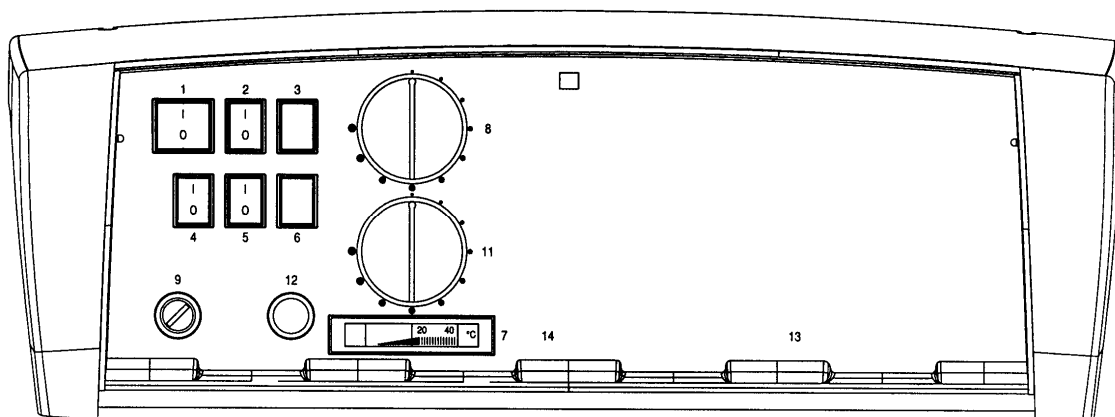

Рис. 4
5.3.1 ПАНЕЛЬ УПРАВЛЕНИЯ (Рис. 4)